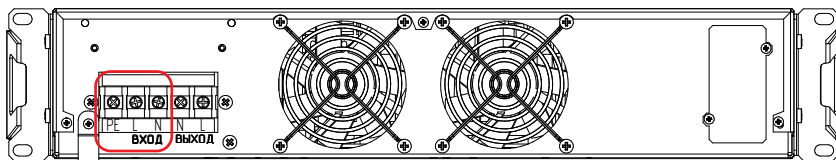

Рисунок 23. Стабилизатор Штиль IS5000RT. Выводы «Вход PE-L-N»
- у моделей IS5000RT, IS7000RT с помощью выводов «Вход PE-L-N» (**рисунок 23 и 24**);